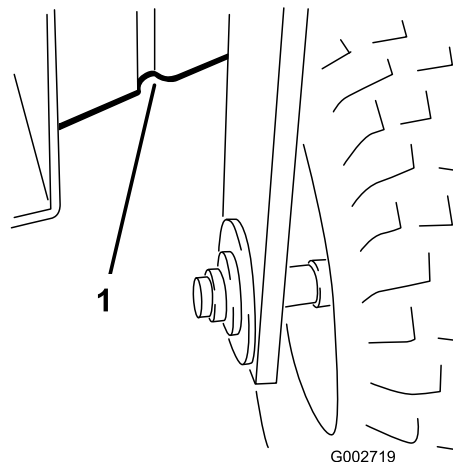

Рисунок 18
- Спереди — под рамой, за передним колесом (Рисунок 18).